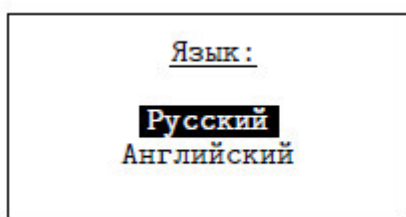

Рисунок 43
3.7.5 "Язык" (рис. 43) - выбор языка меню и текстовых сообщений прибора.